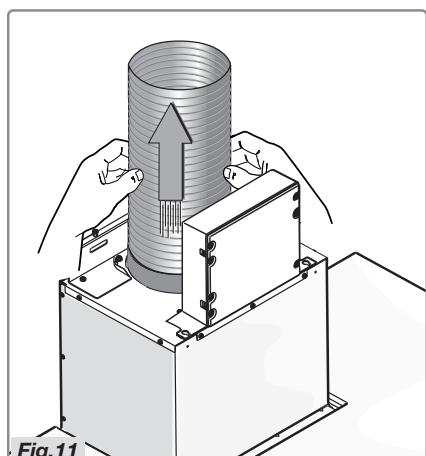

Fig.11
- Raccordez la bride au système d'évacuation d'air avec un tuyau (Fig.11).